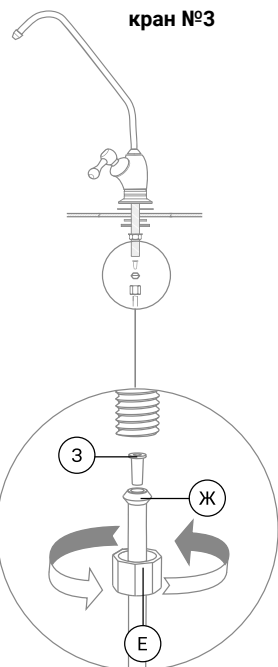

Рис. 17
2. Произведите сборку крана в следующей последовательности (рис. 17):
- в гайку (Е) проденьте трубку синего цвета (рис. 17);
- пистон (З) вставьте внутрь трубки до упора (рис. 17);
- закрутите на резьбовой шток крана гайку (рис. 17);